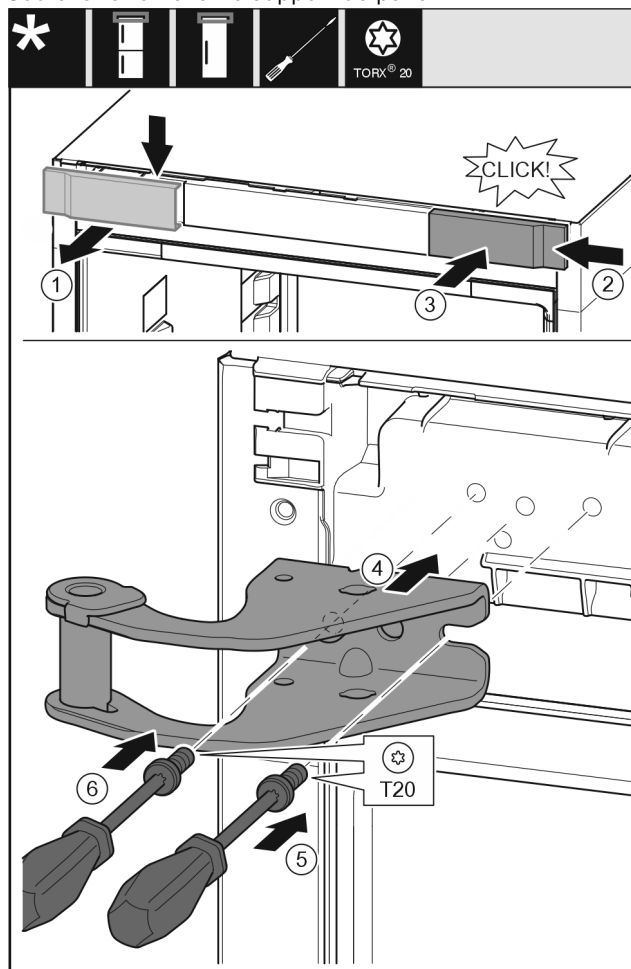

Fig. 9
- Retirer le cache du haut vers l'avant. Fig. 9 (1)
- Accrocher le cache tourné de 180° de l'autre côté de droite. Fig. 9 (2)
- Encliqueter le cache. Fig. 9 (3)
- Mettre en place le support de palier supérieur. Fig. 9 (4)
- Mettre en place la vis avec un tournevis T20 et la serrer. Fig. 9 (5)
- Mettre en place la vis avec un tournevis T20 et la serrer. Fig. 9 (6)